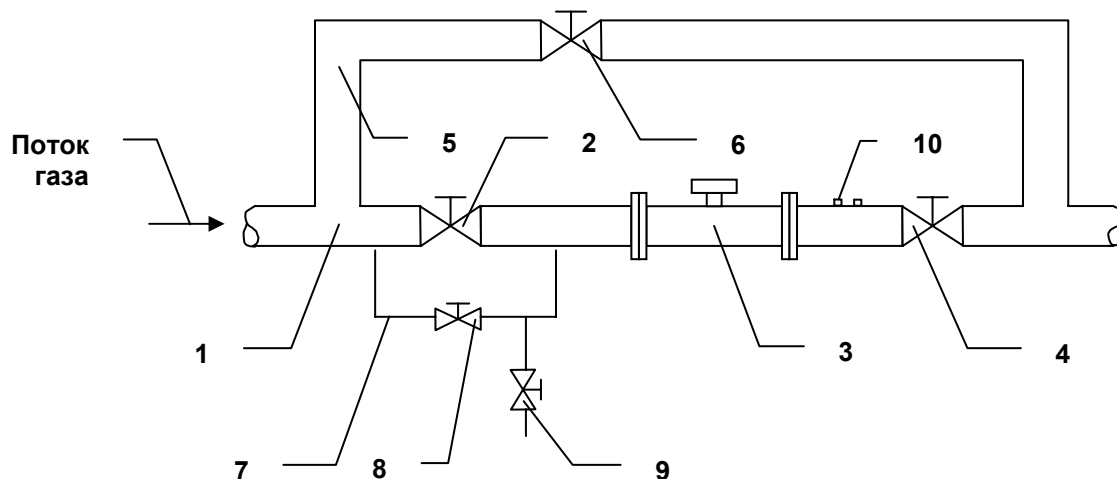

Рис.2 Установка счетчика с перепускным каналом
4.13.5. Для трубопроводов с давлением свыше 16 атм схема установки счетчика приведена на рис.2. Перепускной канал 7 позволяет избежать резких перепадов давления на счетчике при открытии вентилей трубопровода. Диаметр канала должен быть от 20 до 25 мм. Вентили 8 и 9 позволяют плавно повышать давление при пуске счетчика.
7.2. Пуск счетчика с перепускным каналом (рис.2)